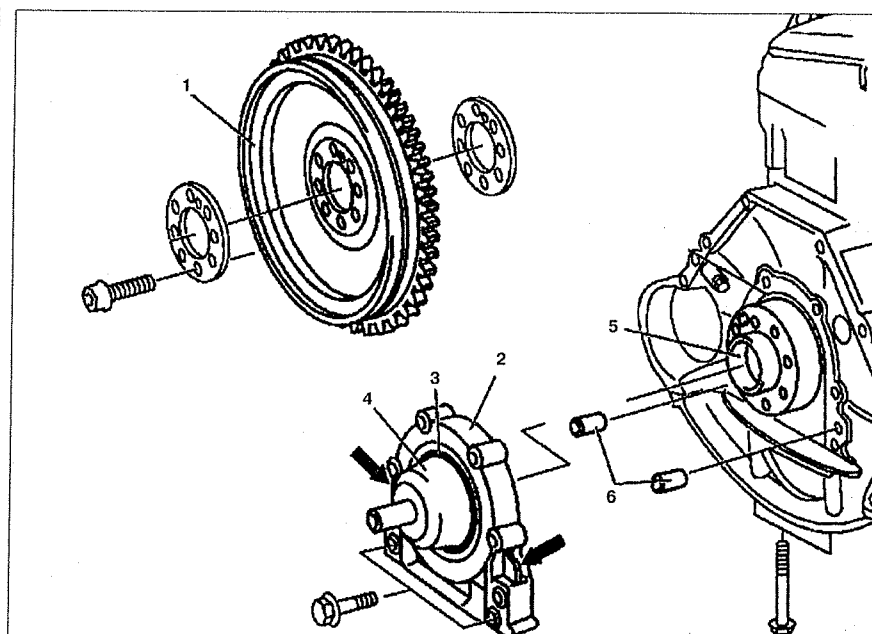

Рис. 5.33. Задний сальник коленчатого вала:
4. Снимите маховик/ведущий диск 1 (см.рис.5.33).